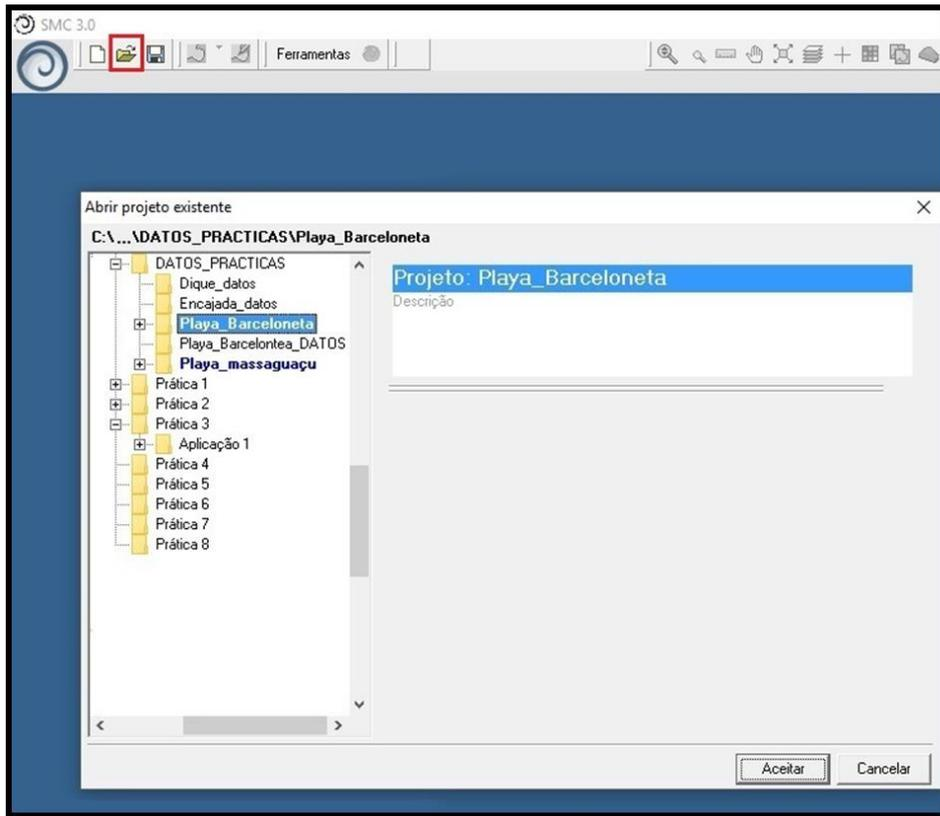

Figura 1 – Abrir projeto já criado.
2) Em seguida, buscar o caminho onde se encontra o projeto "**Playa_Barceloneta**" (**C:|...|Dados_Praticas|Playa_Barceloneta**) e clicar em "Aceitar" (Figura 1).